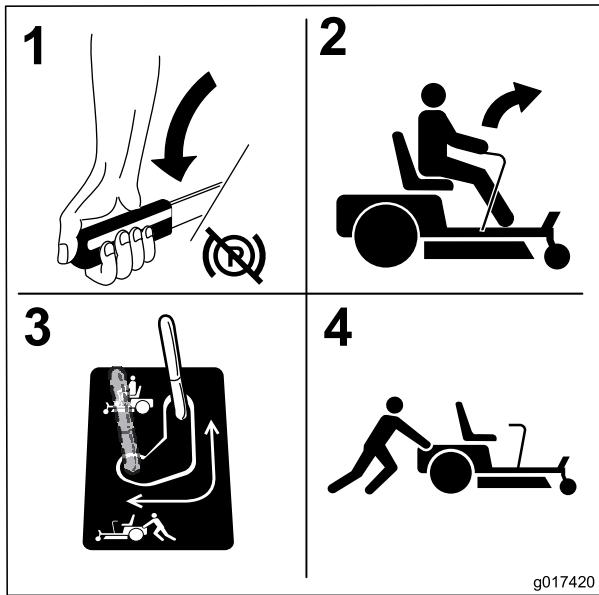

図 29
3. 図 29のようにバイパスレバーを後ろに引いてロック位置にセットすると機体を牽引できるようになる。上記の作業を機体の左右それぞれについて行う。
5. 牽引後にマシンを通常状態に戻すには、バイバスレバーを前位置に戻す（図 29）。